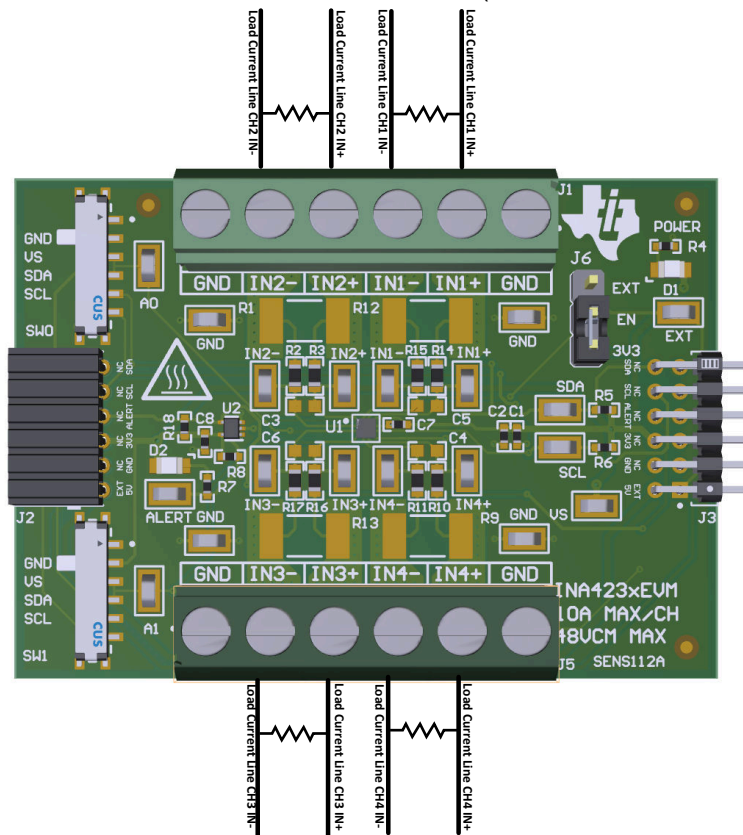

图 2-3. 电流超过 10A 时的 IN+ 和 IN- 布线
- b. 在 J1 或 J5 的 IN+ 和 IN- 端子之间连接一个外部分流器，如图 2-3 所示。
- a. 测量 10A 以上的电流时，确保高电流路径不会穿过 EVM (包括端子块 J1 或 J5)，如图 2-3 所示。